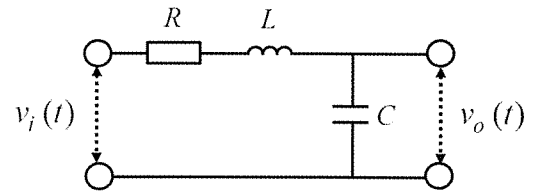

図1 電気回路
問2 図1の電気回路を考える。入力電圧  $v_i(t)$  [V] を制御入力, 出力電圧  $v_o(t)$  [V] を制御量 (制御出力) とする。 $R$  [ $\Omega$ ] は抵抗値,  $C$  [F] はコンデンサの静電容量,  $L$  [H] はコイルのインダクタンスを表す。次の(1)~(2)の問いについて答えよ。
- (1) 図1の電気回路の伝達関数を  $R$  と  $C$  と  $L$  を用いて表せ。
- (2) 図1の電気回路の伝達関数について, 2次系の標準形から, ゲイン定数  $K$  と減衰係数  $\zeta$  と固有角周波数  $\omega_n$  を  $R$  と  $C$  と  $L$  を用いて表せ。